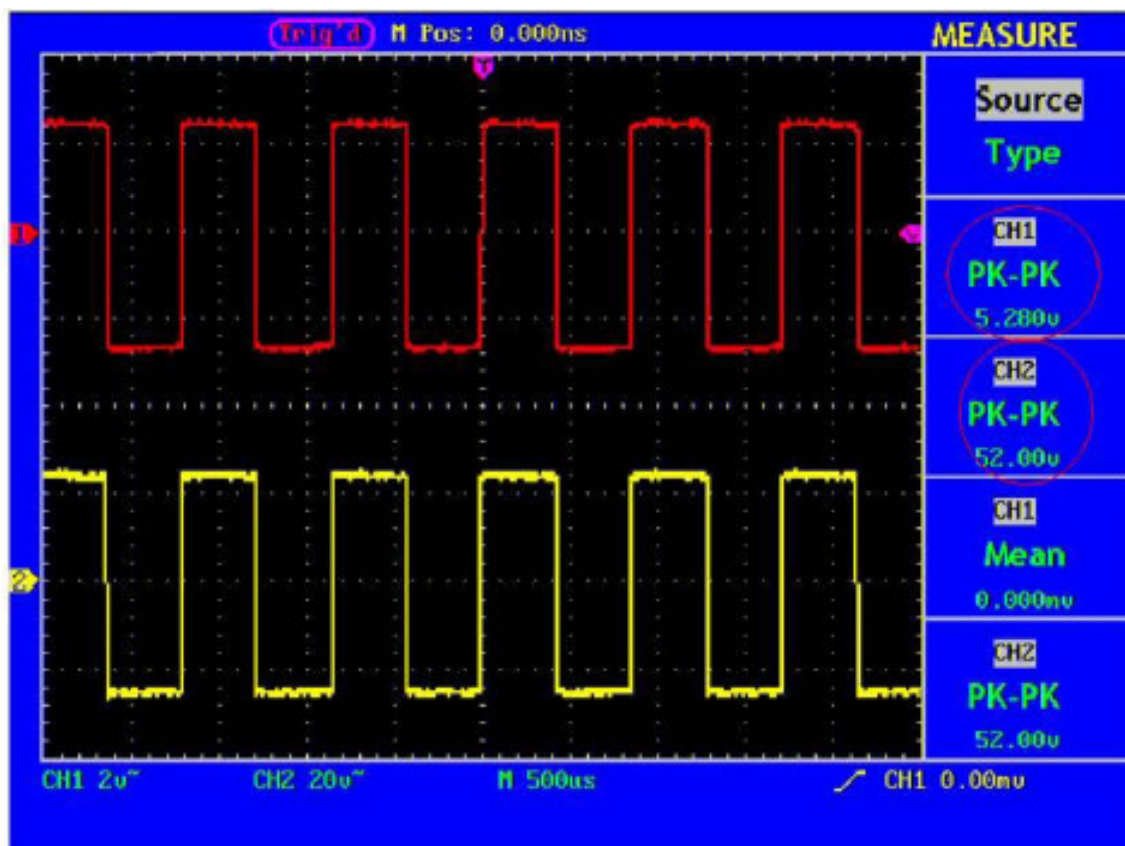

Abb. 59 Wellenform bei der Messung der Verstärkung
9. Lesen Sie die Spitze-Spitze-Werte von Kanal 1 und Kanal 2 in dem angezeigten Menü ab (siehe Abb. 59).